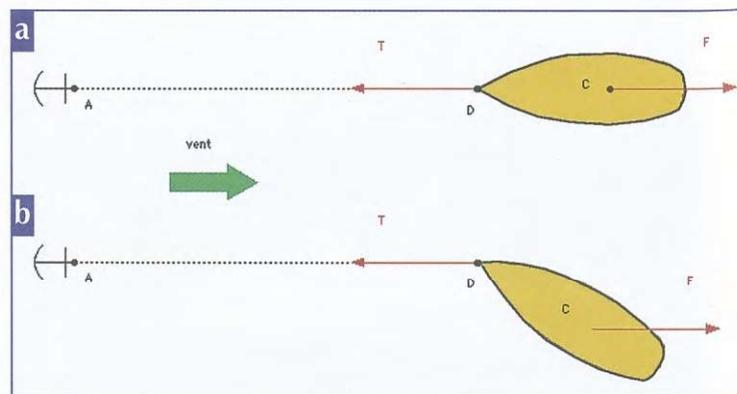

Figure 2
**Essuie-glace.** Une autre hypothèse liminaire de notre étude était l'orientation du bateau dans le lit du vent. Si le bateau est parfaitement symétrique et exactement bout au vent, la force de traînée aérodynamique  $F$  est compensée par la traction  $T$  de la ligne : rien ne bouge (figure 2 a). Si  $C$ , centre de poussée de l'ensemble coque + superstructures, s'écarte du prolongement de la ligne de mouillage  $AD$  (figure 2 b), le couple de forces  $F$  et  $T$  tend à ramener  $C$  dans le droit chemin. C.Q.F.D. ? Faux ! Ce raisonnement statique est trompeur : en réalité, **un navire au mouillage est un système instable.**